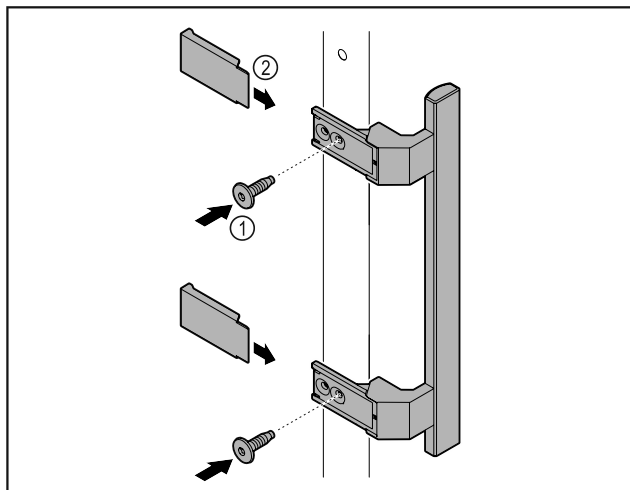

Fig. 8
- Plasser håndtaket som fulgte med, på døren med de vedlagte skruene Fig. 8 (1).
- Sett på dekslet Fig. 8 (2).